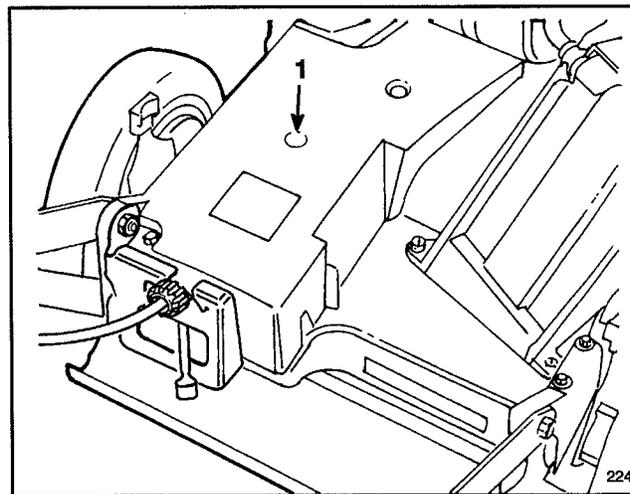

Figure 29
2. Appliquer le pistolet graisseur sur le graisseur à travers l'ouverture du carter de courroie (Fig. 29), et pomper doucement 1 ou 2 fois.